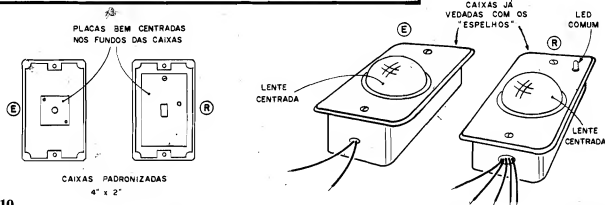

Fig.10
- FIG. 10 - O ENCAPSULAMENTO DOS MÓDULOS - Conforme já foi mencionado, as plaquinhas da BIVEP foram especialmente dimensionadas e "leiautadas" para acomodação final em caixas padronizadas de instalações elétricas, na medida standard 4 x 2" (10 x 5 cm.). São aquelas caixas normalmente embutidas nas paredes das casas, e que acomodam interruptores, tomadas, etc. No item A da fig. 10, as caixas são vistas "abertas", sem as tampas, determinando-se a colocação interna das placas de circuito... Nos dois casos, o Impresso deve ficar
bem centrado no fundo da caixa, de modo que tanto o LED infravermelho quanto o foto-sensor (respectivamente no BIVEP-E e no BIVEP-R assumam também os exatos centros dos containers (isso é importante para o correto arranjo ótico, a seguir...). Os dois "espelhos" (tampas das caixas, originalmente "cegos" (sem furação), deverão (ver fig. 10-B) receber um furo central, com diâmetro compatível com as lentes obtidas (ver LISTA DE PEÇAS/OPCIONAIS-DIVERSOS). Normalmente tais lentes poderão ser fixadas com adesivo de epoxy (tipo "Araldite" ou equivalente) ou de ciano-acrilato (algum "Super-Bonder" da vida...), devendo, porém, o Leitor tomar um certo cuidado se as lentes forem de acrílico, uma vez que esse material pode ser quimicamente "atacado" pelos citados adesivos, gerando um "foscoamento" das tais lentes, que prejudicará a eficiência ótica... Ainda quanto as lentes, lembrar que recomendamos o uso de unidades com um bom diâmetro (no mínimo em torno de 2 a 3 cm.) e que também é necessário considerar o parâmetro DISTÂNCIA FOCAL, de modo a otimizar o rendimento do sistema nos seus aspectos puramente óticos... Os detalhes estão na próxima figura...
tado da lente por um espaço denominado **distância focal**. Para se obter, a grosso modo, tal distância (sem usar cálculos complicados, ou dispositivos óticos sofisticados, que ninguém de nós, Hobbystas de Eletrônica, tem...), o método mais simples é ilustrado no item 11-A: segura-se a lente a alguns centímetros de distância de uma parede clara, oposta a uma janela; afasta-se e aproxima-se a dita lente da parede, em movimentos lentos, até que sobre a parede se projete uma imagem **nítida** e "miniaturizada" da janela (a imagem será invertida, não se preocupem com isso, uma vez que "raios" infra-vermelhos de cabeça pra baixo, têm a mesma eficiência daqueles com a "cabeça pra cima"...). A tal **distância focal** poderá então ser medida com uma régua, correspondendo ao valor "F", na figura (o exato afastamento entre o centro da lente e a parede...). Na instalação final (ver fig. 10-B) essa deverá, em condição ótima, ser a distância entre a lente e o emissor/sensor infra-vermelho... Se, mecanicamente, apenas for possível usar-se uma distância **menor** do que "F", ainda ficam aceitáveis as "coisas"... Entretanto, se na instalação final, o valor de "F" for **maior** do que o obtido na experiência 11-A, haverá nítida perda